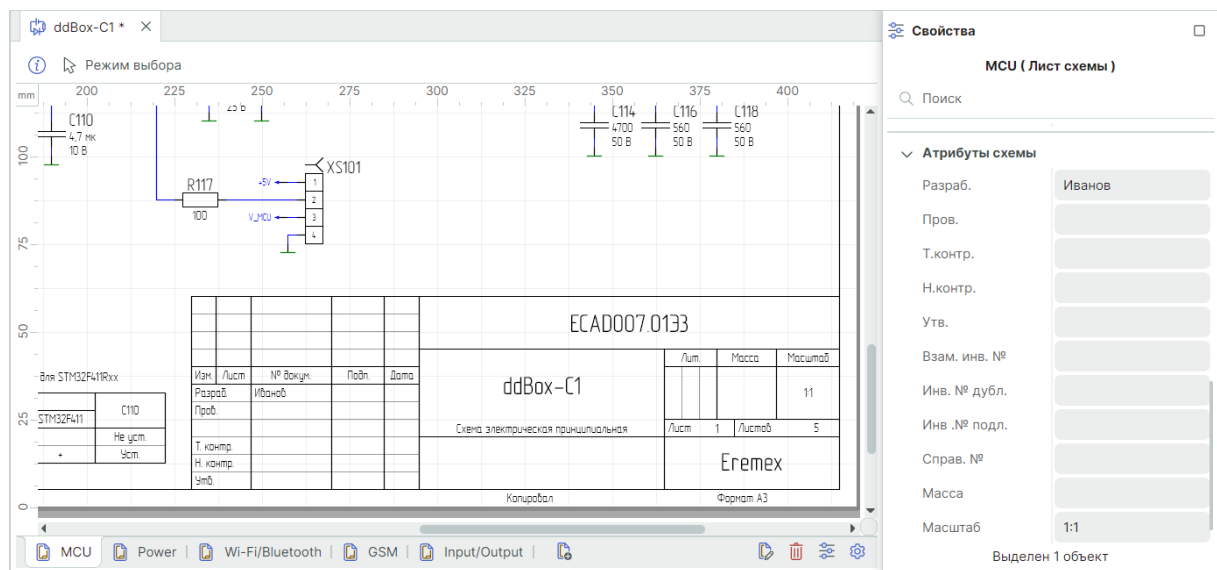

Рис. 31 Редактирование и заполнение штампа
2. Введите данные в необходимый для изменения пункт, см. Рис. 31.